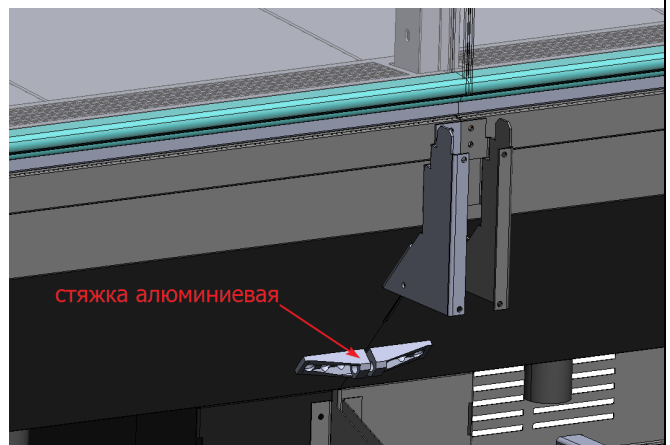

рис. 4
3. Панели плафона светильника установить при помощи винтов М6х10, рис. 4.
- через стяжки алюминиевые с помощью винта М8х40 и гайки М8 (рис.4 и 5)